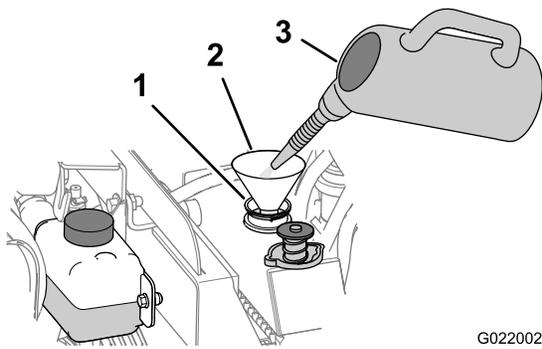

Figura 81
- C. Adicione uma solução para limpeza do sistema de arrefecimento no radiador através do tubo de enchimento (Figura 81).